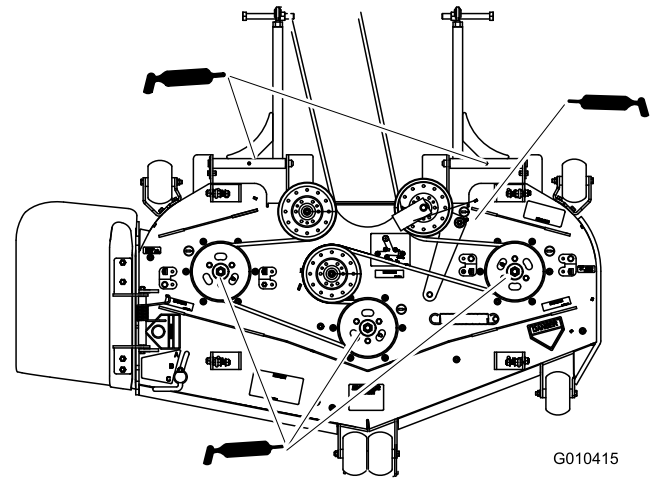

Figure 33
4. Lubrifiez les graisseurs des roulements des 3 axes (Figure 33).
5. Graissez le bras de la poulie de tension sur le tablier de coupe (Figure 33).
6. Lubrifiez les graisseurs des bras de poussée (Figure 33).